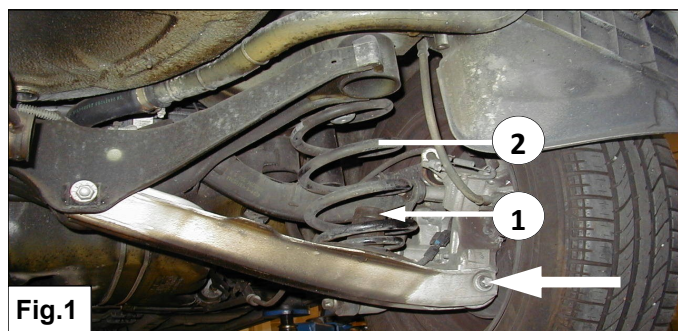

Fig.1
1. Ondersteun de draagarm en demonteer de aangegeven bout. **Let op de draagarm staat onder veerspanning.** Zie fig. 1.
1. Stut the wheel arm and dismount the bolt as shown on the picture. **Take care that the wheel arm is under tension of the spring.** See fig. 1.
1. Unterstützen Sie den Tragarm und demontieren Sie den angegebenen Bolzen. Achten Sie darauf, dass der Tragarm unter Federspannung steht. Siehe Fig. 1.
1. Soutenez le bras de suspension et démontez le boulon indiqué. **Attention : le bras de suspension est sous tension.** Voir fig. 1.
1. Stötta upp bäarmen och demontera bulten enligt bilden. **Kontrollera så att bäarmen spänner emot fjädern.** Se fig. 1.
1. Soporte el brazo y desmonte el perno pertinente. ¡Ojo! el **brazo está bajo presión de muelle.** Véase fig. 1.